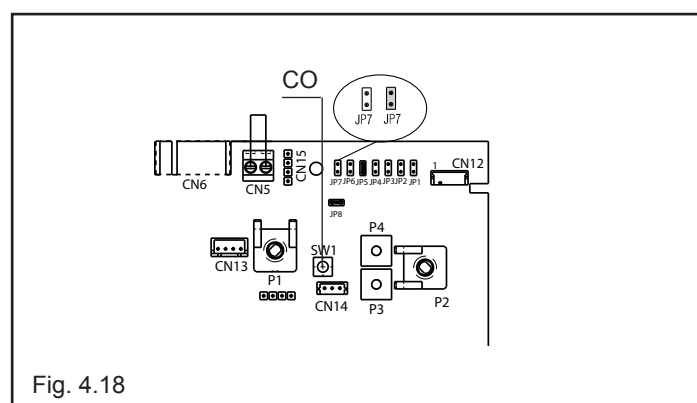

Fig. 4.18
- inserire i jumper JP1 e JP3 (Fig. 4.18)
- premere il pulsante CO (Fig. 4.18) e passare alla taratura del parametro successivo.
- Rimuovere il mantello, abbassare il cruscotto verso di sé e rimuovere il coperchio ispezione parti elettriche per accedere al pulsante "CO" (Fig. 4.18).
- inserire i jumper JP1 (Fig. 4.18)